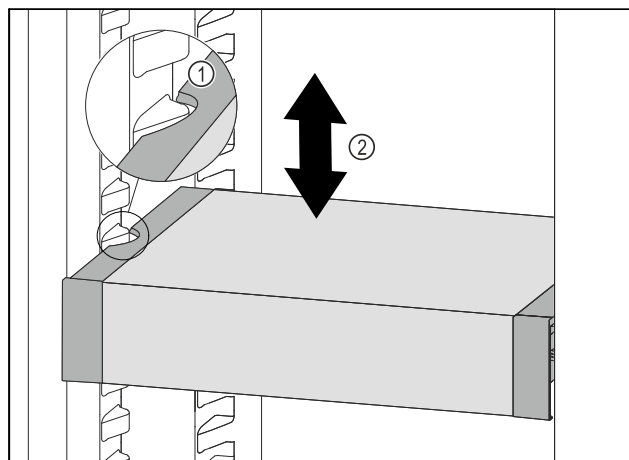

Fig. 146
- VarioSafe vucite prema naprijed sve dok se bočni otvori VarioSafe ladice ne nađu na visini žlijeba spremnika u hladnjaku. Fig. 146 (1)
► Pomičite ladicu VarioSafe u hladnjaku prema gore ili dolje sve dok ne dosegnete željenu visinu. Fig. 146 (2)